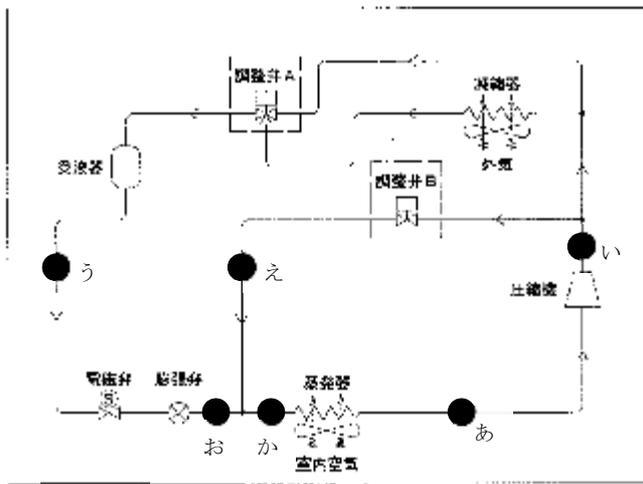
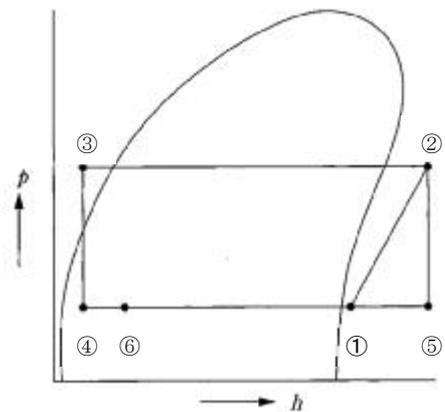

図1
図2
- (1) 調整弁Aの名称を答えなさい。
- (2) 調整弁Aの作動原理を答えなさい。
- (3) 調整弁Bは、圧縮機吐出しガスを一部バイパスする容量制御用であるが、この調整弁が作動状態にある場合の「図2の点①～⑥が図1のあ～かのどの状態を表しているか回答しなさい。